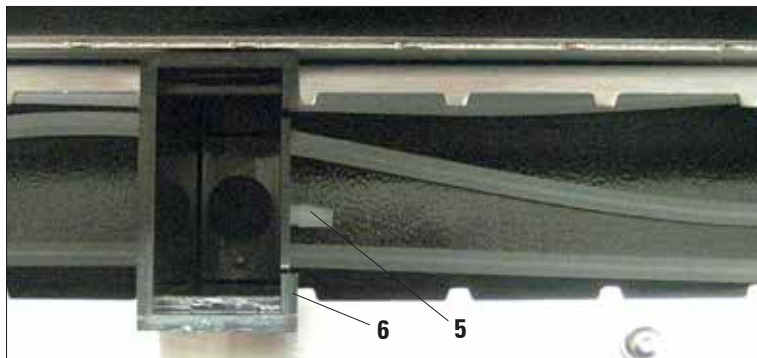

Fig. 23
Placer la cuvette de lavage de manière à ce que le raccord du tuyau (5) soit orienté vers le compartiment de prélèvement (fig. 23).